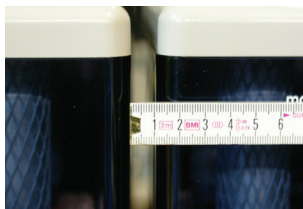

Fig. 5-13: écart de 10 mm entre les éléments de batterie
3. Décalez latéralement les blocs (ou éléments) jusqu'à obtenir un écart d'env. 10 mm (*fig. 5-13*). Si vous utilisez des connecteurs, ce sont ces derniers qui déterminent l'écart. Lors de l'ajustement latéral des batteries sur l'étagère, ne pas exercer de pression au milieu de l'étagère, mais bien sur les côtés (plus rigides). Appuyer uniquement à la main, ne pas utiliser d'outils !